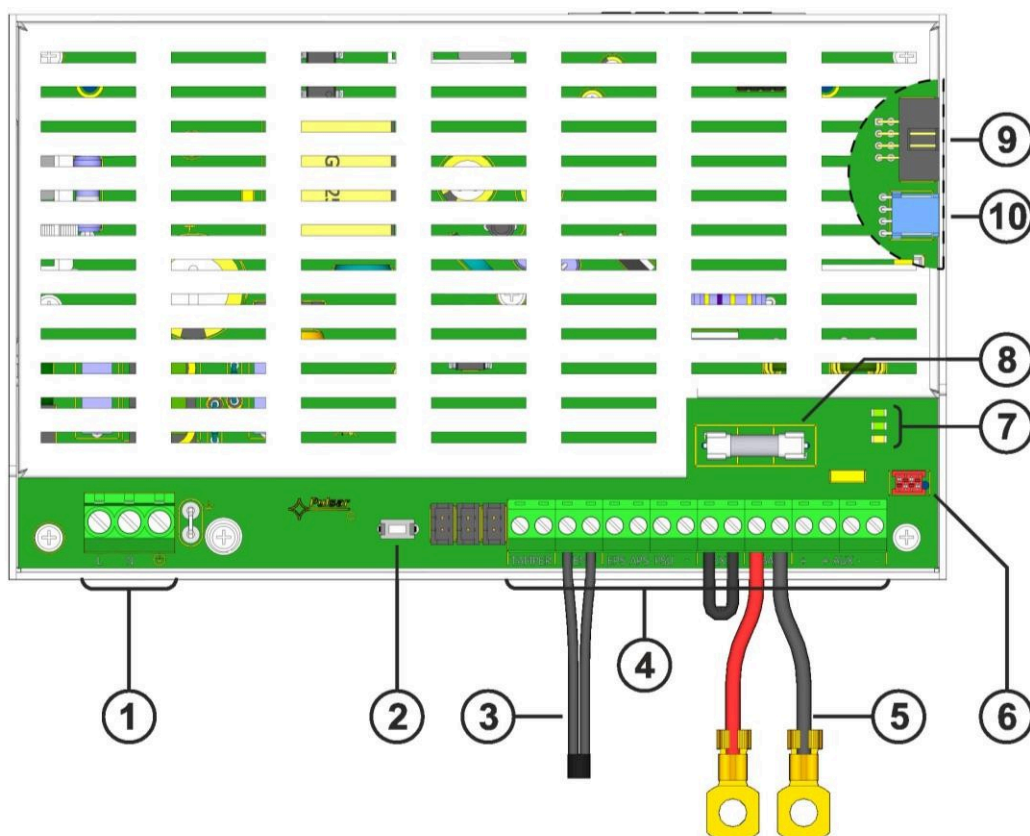

Fig. 2. Vista del modulo di alimentazione.
Tabella 1. Elementi del PCB dell'alimentatore (Fig. 2).
①	Modulo PSU (Tab. 1, Fig. 2)
②	Sensore di temperatura della batteria
③	Connettori della batteria; positivo: BAT = rosso, negativo: - BAT = nero
④	Spazio per l'installazione di moduli di comunicazione aggiuntivi
⑤	TAMPER; microinterruttore (contatti) di protezione antisabotaggio (NC)
⑥	Batteria di montaggio
⑦	Piastra di blocco della batteria
⑧	Modulo schermo